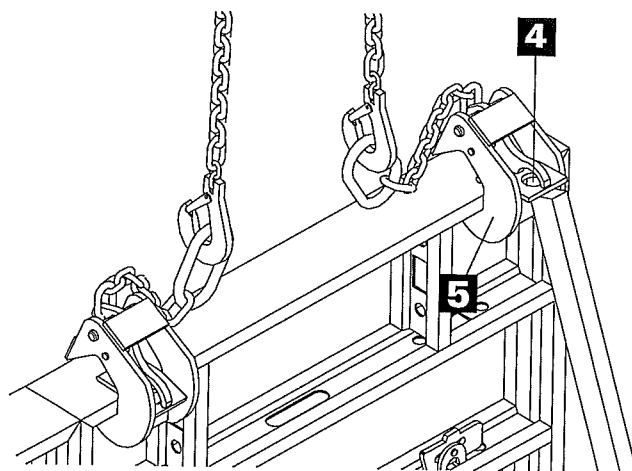

fig. 7
*Dopo aver sufficientemente bloccato gli elementi, liberare il gancio di sollevamento DOMINO 500kg. Fare leva con un'asse o una barra d'ancoraggio sotto la lamiera di tenuta posizione **4** e spostarla indietro. Alzare contemporaneamente leggermente il carter **5** e ritirare il gancio di spostamento (fig. 7)*